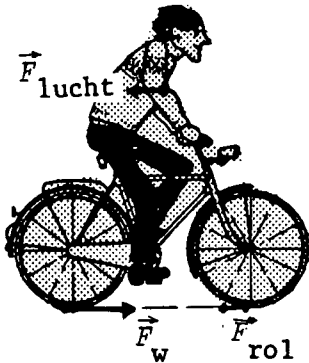

fig. 3.20 Fietsen met constante snelheid: de kracht van de weg op de wielen (dat is: de schuifwrijving) heft de rol- en luchtwrijving op.
- in de situatie dat je met een constante snelheid rijdt (zie fig. 3.20.) werken de luchtwrijving en de rolwrijving naar achteren en de (schuif-)wrijvingskracht op de banden naar voren. De schuifwrijvingskracht F_w heeft een dergelijke grootte aangenomen dat geldt (mits de fiets niet slipt):